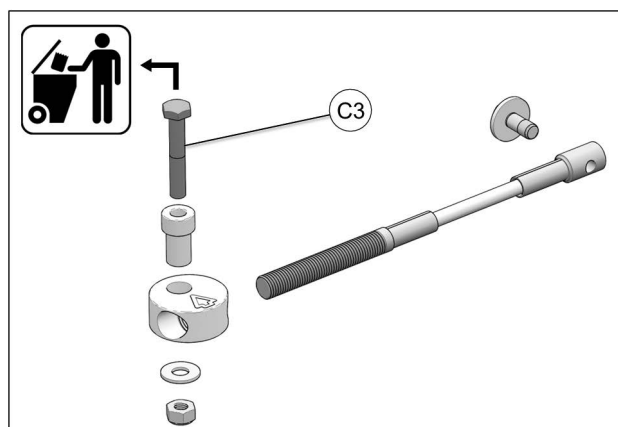

Fig. 25
11. Retirer et jeter les deux boulons M10 (**C3**) des ensembles limiteur de conduite. Voir la Fig. 25